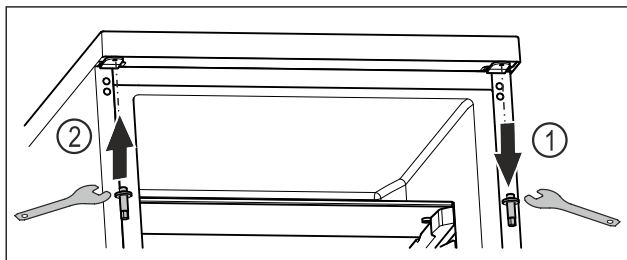

Fig. 18
- Odšroubujte horní čep imbusovým klíčem. Fig. 18 (1)
- Čep na opačné straně utáhněte imbusovým klíčem. Fig. 18 (2)